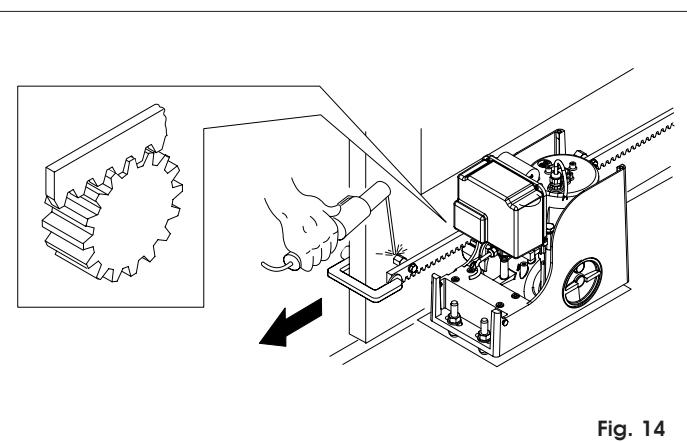

Fig. 14
- 3) Appoggiare sul pignone il primo pezzo di cremagliera a livello e saldare il nottolino filetato sul cancello come indicato in Fig.14.